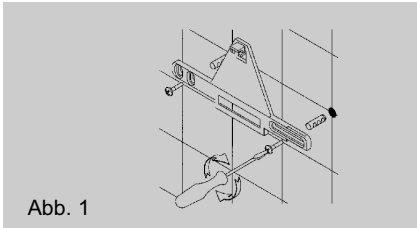

Abb. 1
- Beim Gerät KDU 3 zuerst Wandhalter mit Schrauben dübeln (siehe Abbildung 1). (Beim Übertischgerät KDO 3 ist kein Wandhalter erforderlich.)